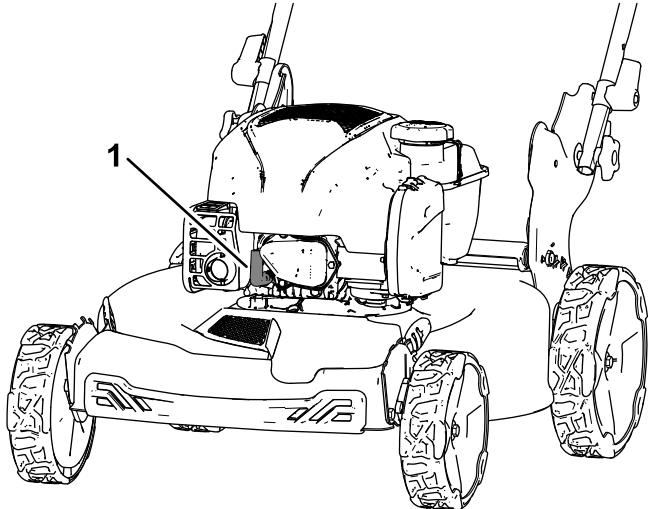

Figura 17
- Scollegate il cappellotto dalla candela (Figura 17).